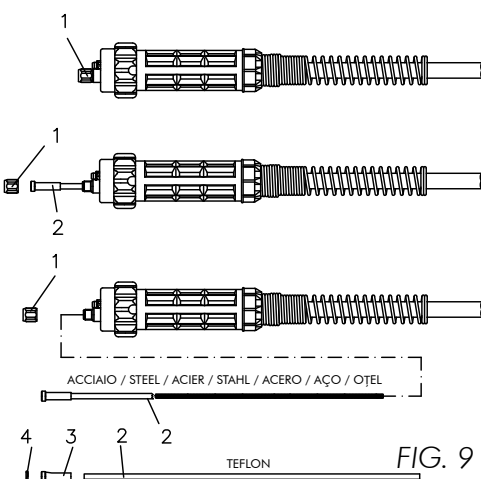

FIG. 9
- Ouvrir le panneau latéral. Desserrer et abaisser le bouton en plastique (A) et relâcher le levier presse-fil (B) (Fig.9). Couper le fil (s'il est déjà monté) en le tenant toujours serré avec des pinces de façon à ce qu'il ne se déroule pas et le lier sur le trou spécifique de la bobine. Dévisser la buse, enlever la pointe de la torche et avec une paire de pinces extraire le fil de la gaine.
### **En cas de raccord Euro (Fig.9) :**